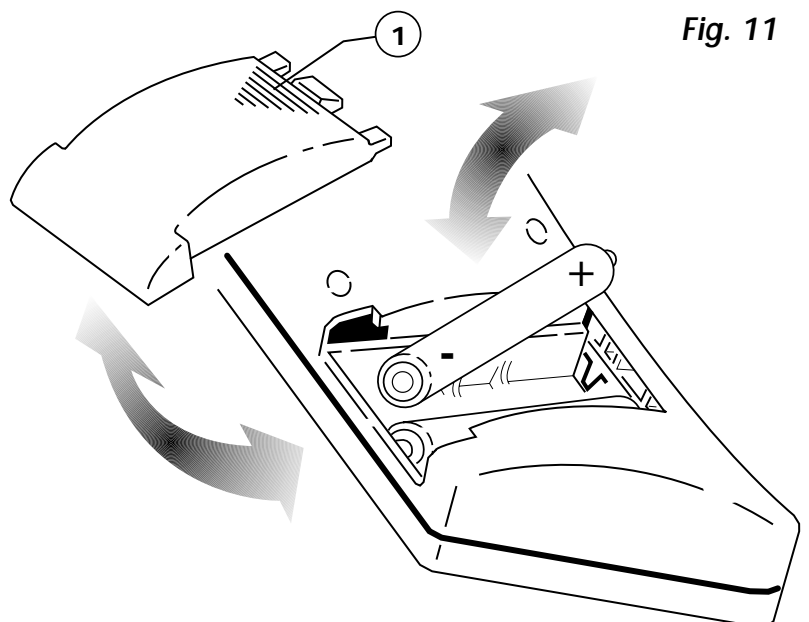

Fig. 11
Per la sostituzione delle pile, aprire lo sportello (1) di chiusura premendo sulla parte zigrinata e sfilarlo (Fig. 11).